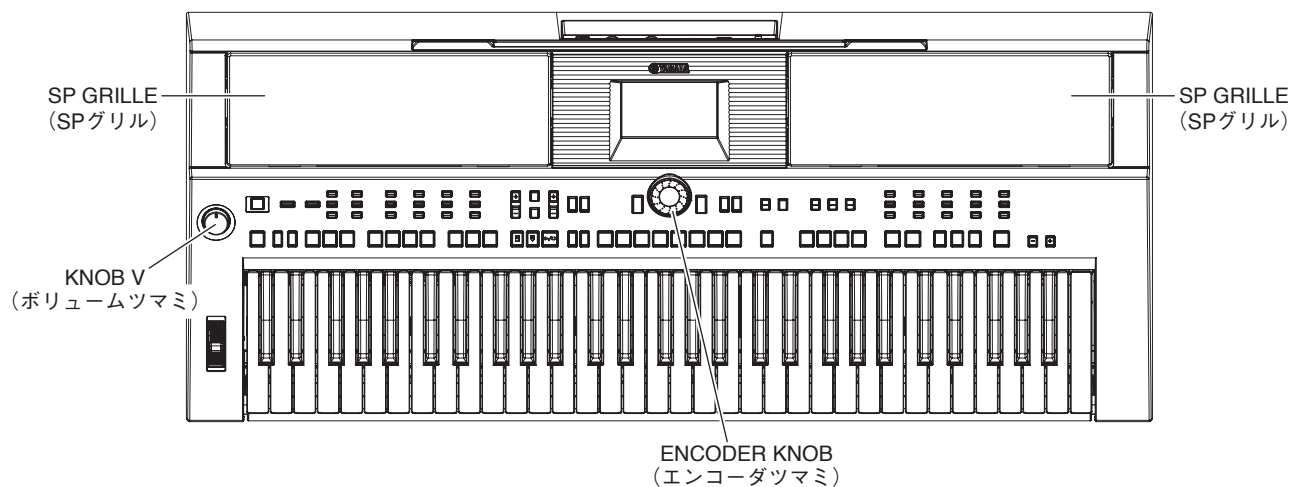
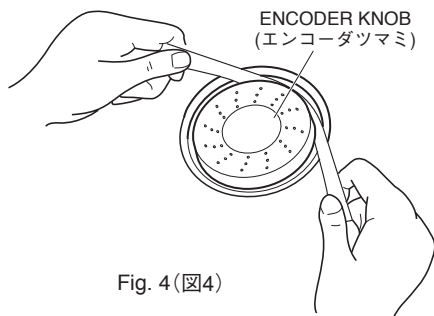
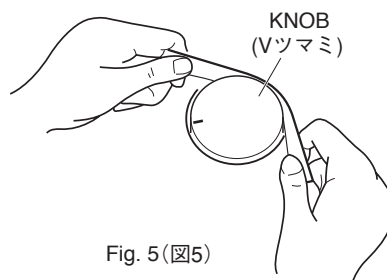

Fig. 1 (図1)
Fig. 4 (図4)
Fig. 5 (図5)
- Contacts are visible from the back. Pay attention not to insert and install the cable to the connector inversely. (Fig.1)
- フラットケーブルの接点が裏側から透けて見えます。コネクタにケーブルの表、裏を逆に差し込まないように注意して取り付けてください。(図1)
- 1-1 Remove the six (6) screws marked [80A], two (2) screws marked [90] and two (2) screws marked [100A]. The lower case assembly can then be removed. (Fig.1)
\* **When installing the lower case assembly, first tighten the two (2) screws marked [90] and then the remaining screws. (Fig. 1)**
- 1-1 [80A]のネジ6本、[90]のネジ2本と[100A]のネジ2本を外して、下ケースAss'yを外します。(図1)
※ 下ケースAss'yを取り付けるときは、[90]のネジ2本を締めてから他のネジを締めてください。(図1)
- 5-2 Remove the encoder knob from the control panel surface. (Fig. 1, Fig. 4)
- 6-2 Remove the volume knob from the control panel surface. (Fig. 1, Fig. 5)
- 5-2 コントロールパネル面からエンコーダつまみを外します。(図1、図4)
- 6-2 コントロールパネル面からVつまみを外します。(図1、図5)